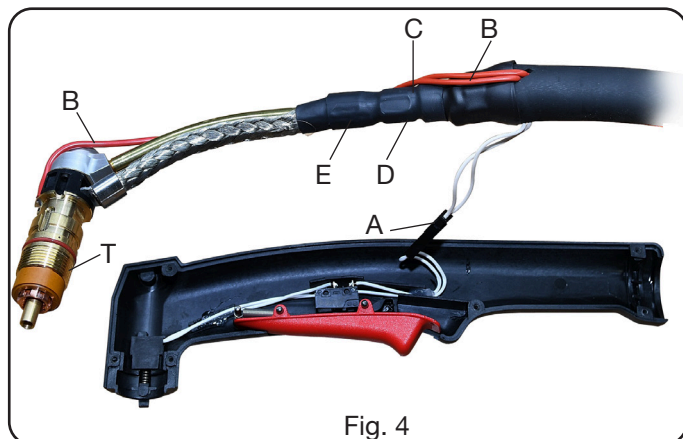

Fig. 4
- Con riferimento alla Fig.4, sollevare il corpo torcia **T** con cavo e disconnettere la connessione **A** (pulsante) e la connessione **B** (arco pilota) facendo attenzione che i componenti del gruppo pulsante (vedi Fig.5) rimangano nella posizione originale.
- Con riferimento alla Fig.4, sollevare il corpo torcia con cavo e disconnettere la connessione **A** (pulsante).